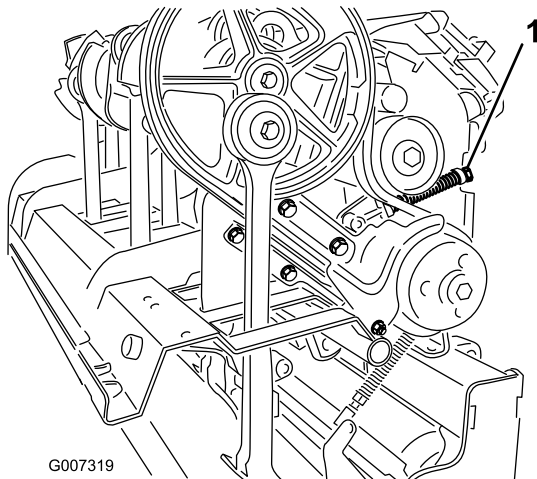

Figura 37
- Para liberar la tensión del muelle tensor, afloje la contratuerca que sujeta el retenedor del muelle (Figura 37) y gire el retenedor del muelle.